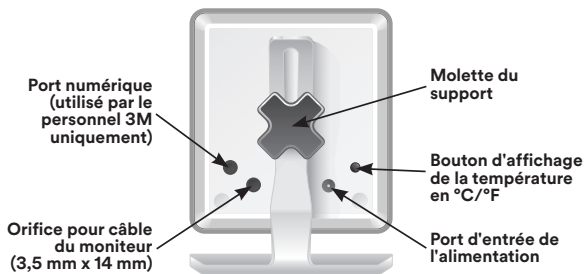

Figure 2-4 : Arrière de l'unité de contrôle
2. Branchez le bloc d'alimentation au port d'alimentation à l'arrière de l'unité de contrôle (Figure 2-4). Branchez le bloc d'alimentation dans une prise électrique appropriée. L'écran de démarrage apparaît avant de passer à l'écran de veille.
4. Si vous le souhaitez, utilisez un câble de moniteur pour raccorder l'unité de contrôle au moniteur du patient via le port de moniteur à l'arrière de l'unité de contrôle (voir la Figure 2-4).
L'unité de contrôle peut afficher les mesures de température en Celsius ou en Fahrenheit. L'unité est pré-réglée en usine sur les degrés Celsius. Pour modifier les unités d'affichage de la température, poussez le bouton d'affichage de température à l'arrière de l'unité de contrôle (voir la Figure 2-4) alors qu'elle est sous tension.